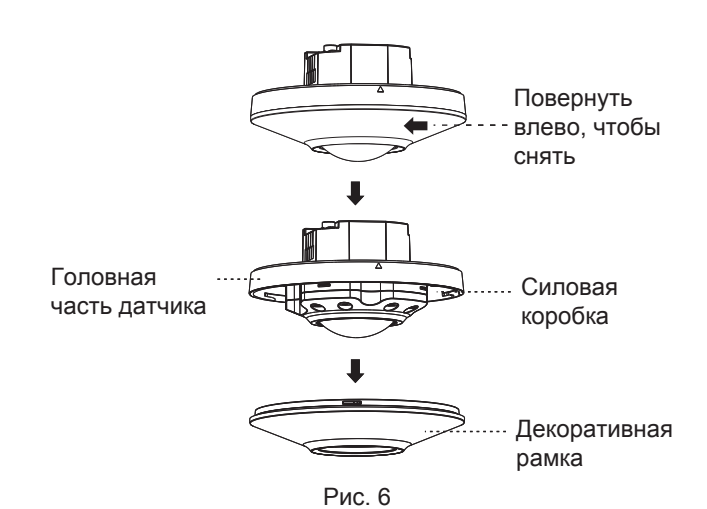

Рис. 6
- 3.4.1.1 Снимите декоративную рамку датчиков (см. рис. 6).
3.4.1.4 Крепление декоративной рамки (см. рис. 6).